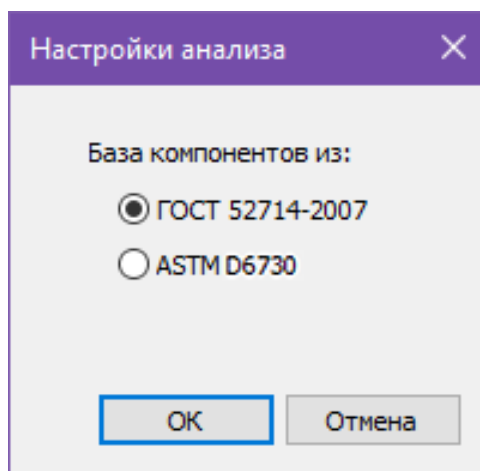

Рис. 5. Окно «Настройки анализа»
1. В основном окне нажмите **Настройки анализа**. Откроется окно *Настройки анализа* (Рис. 5).